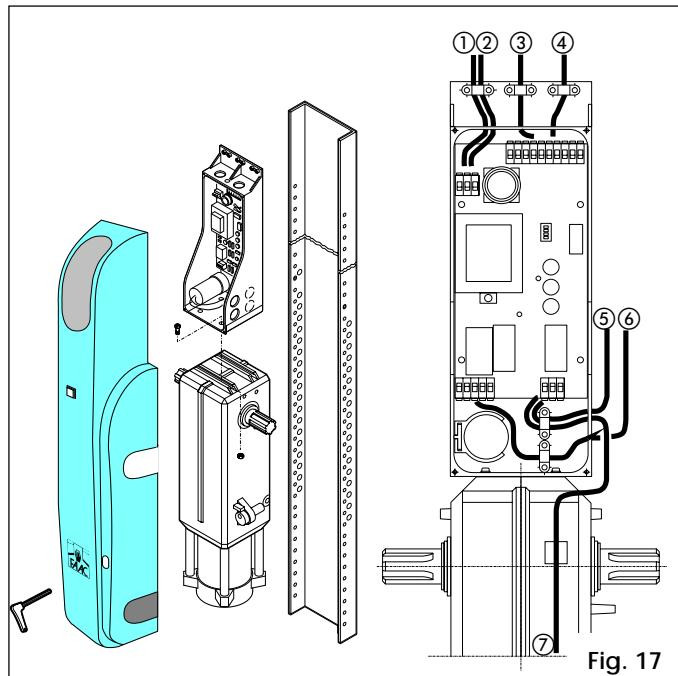
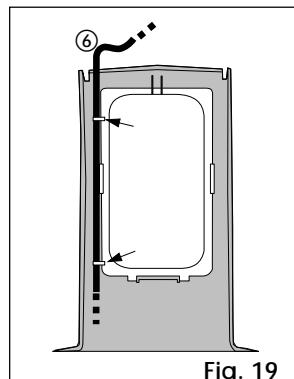

Fig. 17
Fig. 19
- Avec l'arbre de rotation orienté vers le haut (Fig. 17)
Le carter est prévu pour être monté sur les deux applications (à noter que la position du déverrouillage variera) en outre, à la hauteur du plafonnier transparent, il est prévu deux languettes pour le serrage du câble d'alimentation (Fig. 19). Les Fig. 17 et 18 montrent aussi le cheminement et la fixation conseillés des câbles dans le support de platine.